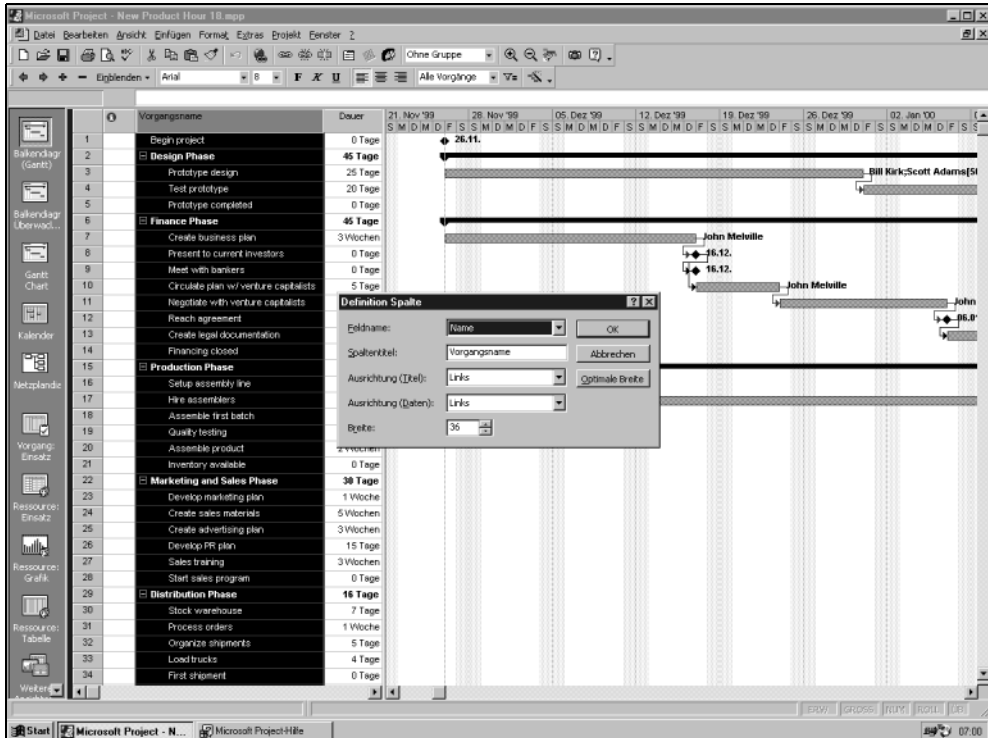

Abbildung 18.3:
2. Positionieren Sie den Mauszeiger im Spaltentitel und klicken Sie doppelt. Das Dialogfeld SPALTE wird angezeigt. (Siehe Abbildung 18.3)